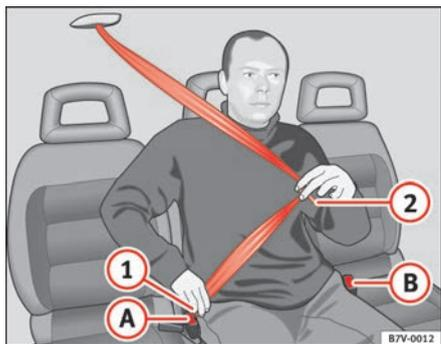

Fig. 11 Ajuste del cinturón del asiento central de la segunda fila
- Tire de la banda del cinturón tirando de la lengüeta ⇒ fig. 11 ① hacia abajo.
- Introduzca la lengüeta ① en el cierre A correspondiente del asiento hasta que se encastre de un modo audible.
- Tire de la lengüeta ② del cinturón y coloque este último por encima de la región pelviana.
- Introduzca la lengüeta ② en el cierre B correspondiente del asiento hasta que se encastre de un modo audible.